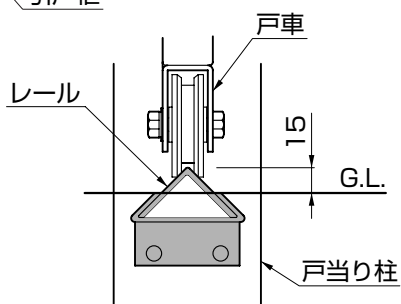

図8-2
③戸車がG.L.に触れていないか確認します。触れていたら、G.L.を削りレールの山頂点が15mm以上出るようにしてください。（図8-2参照）